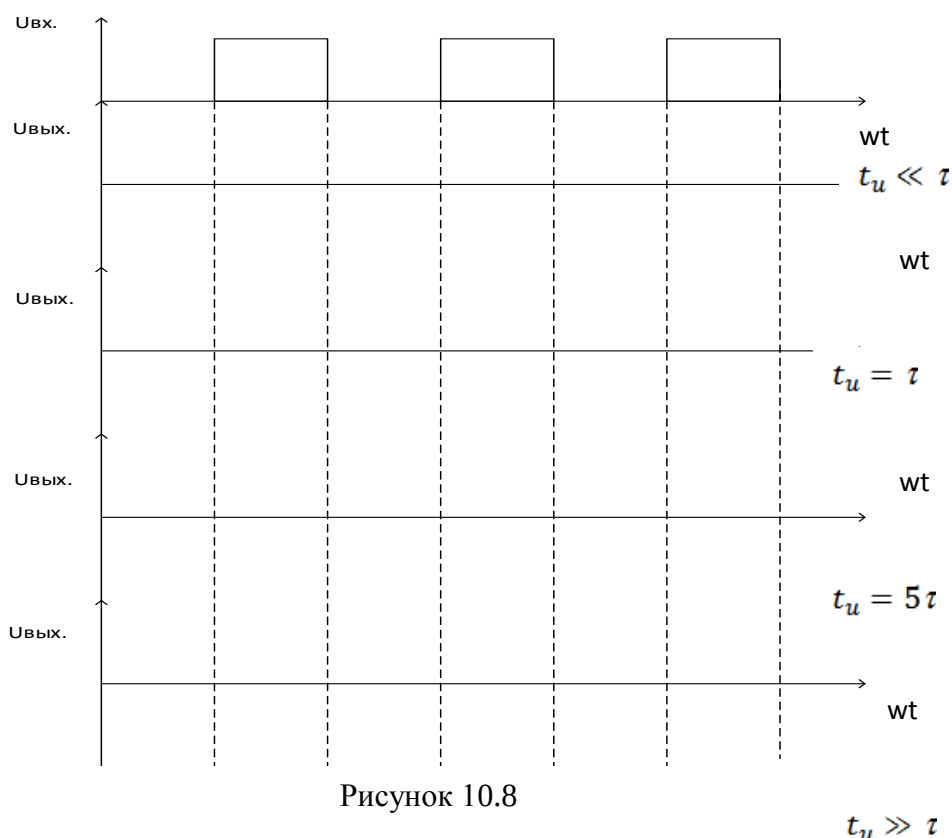

Рисунок 10.8
- Нажав левой кнопкой мыши на кнопку  или на кнопку «Pause» и зарисуйте полученную осциллограмму в отчёт, согласовав во времени с входным сигналом (рисунок 10.8).